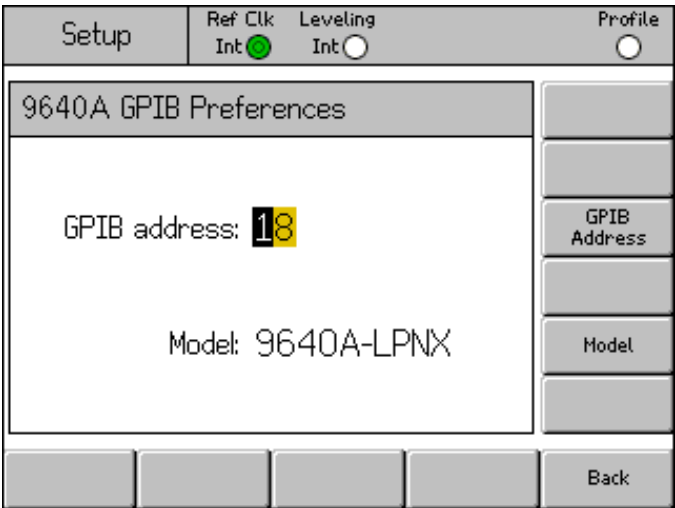

图 3-22.3335 GPIB 首选项 - GPIB 地址
6. 利用滚轮、⏮⏭ 键或小键盘输入新地址。该地址可以与另一个特性的地址相同，因为只允许激活一个特性。参见图 3-22。